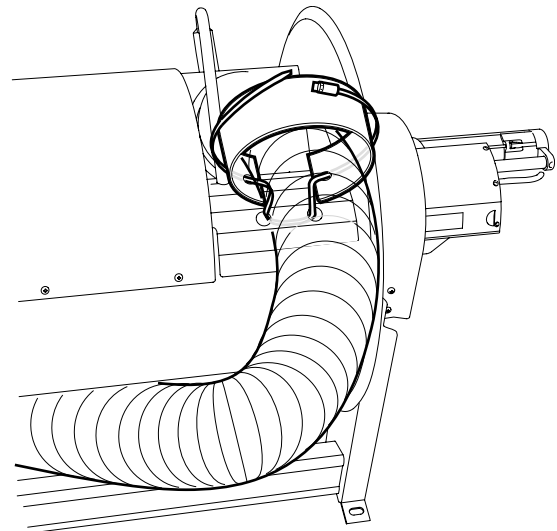

Fig. 11
7. Säkra slangen med gummiduk och slangklammer enligt Fig. 11.